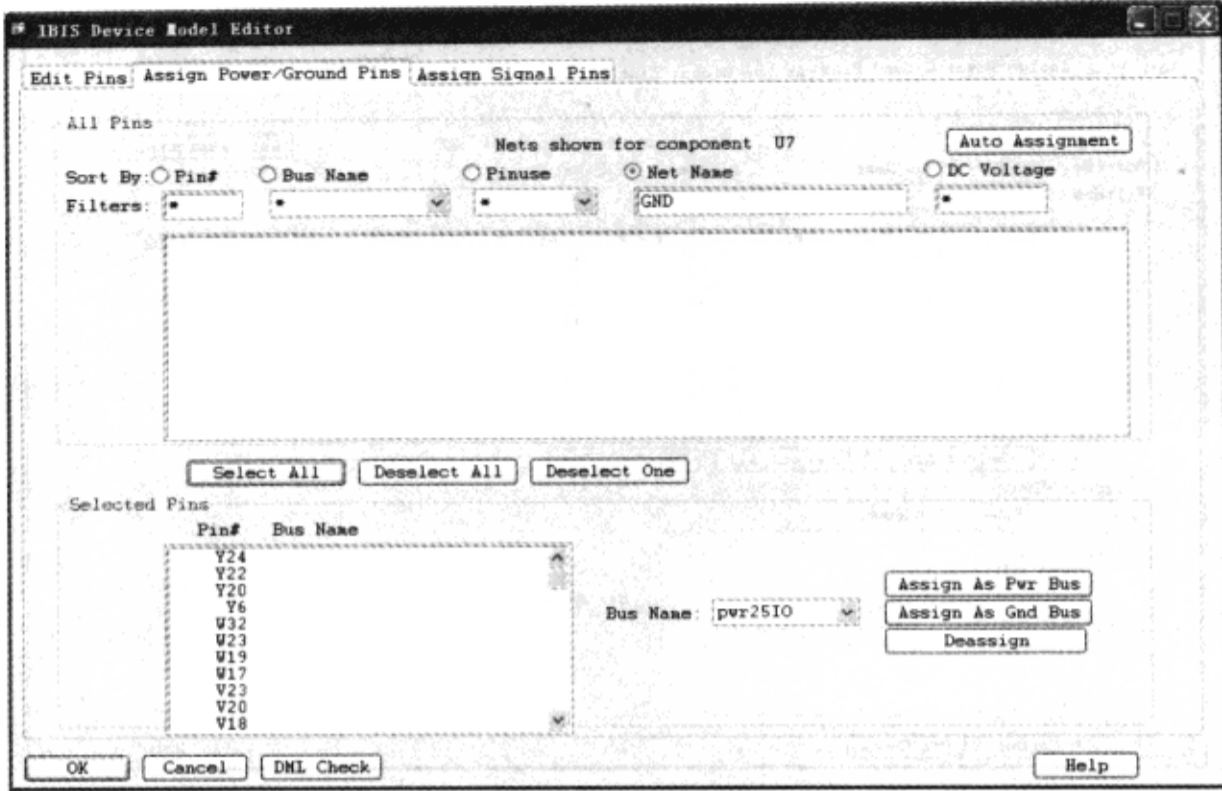

图 5-3-50 选择引脚
(2) 单击“IBIS Device Model Editor”对话框中的“Select All”按钮，地网络现在显示在“IBIS Device Model Editor”对话框的“Selected Pins”区域，如图 5-3-50 所示。